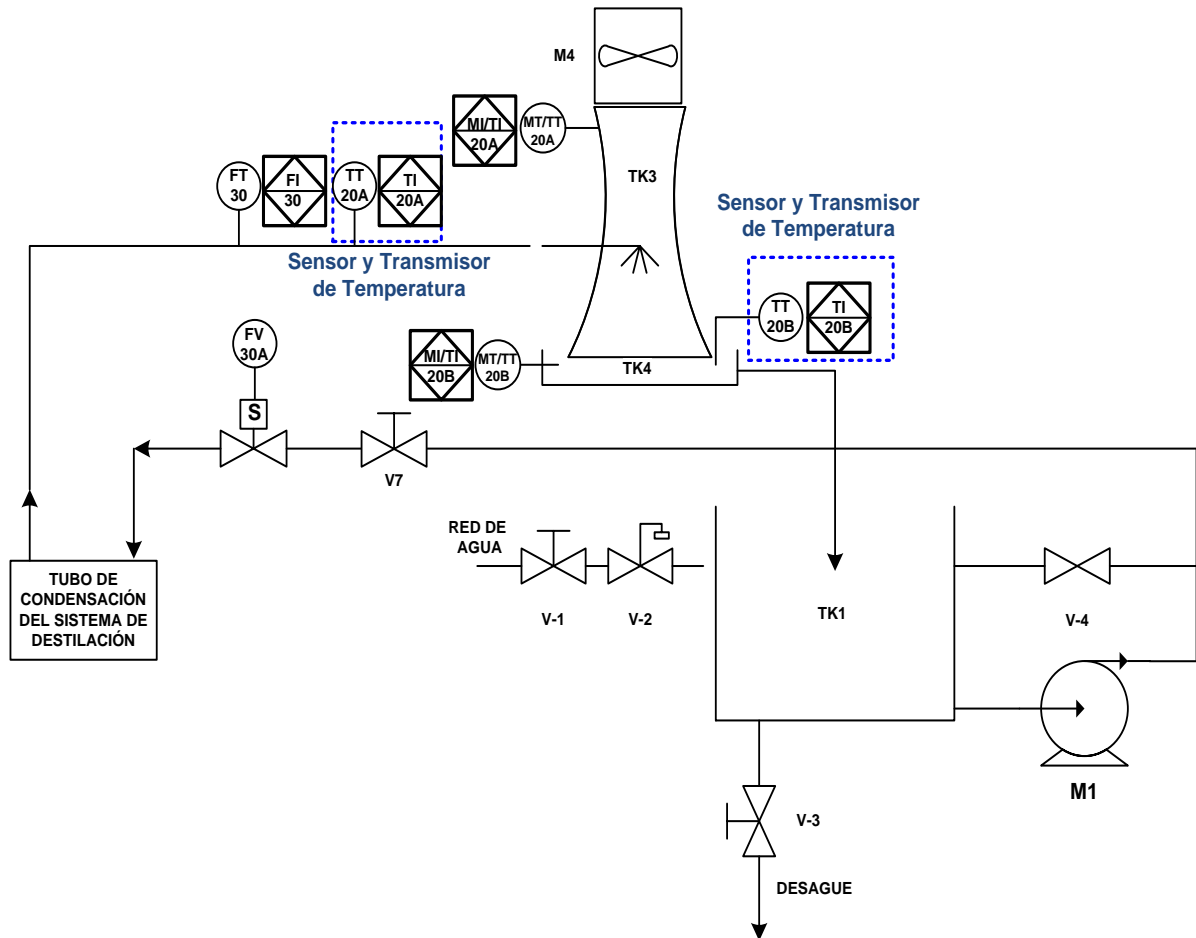

Figura 30. Sensores Temperatura del Sistema de Refrigeración [11]
En el sistema de refrigeración se utilizarán dos (2) RTD PT100 y sus respectivos SITRANS TH100, que se identifican como “TT-20A” y “TT-20B”. Las RTD medirán la temperatura del agua que saldrá del condensador “C1” e ingresará a la torre de enfriamiento y la temperatura del agua en “TK4”, respectivamente, y el transmisor establecerá de acuerdo a la señal suministrada por la RTD la señal correspondiente. (Ver figura 30)